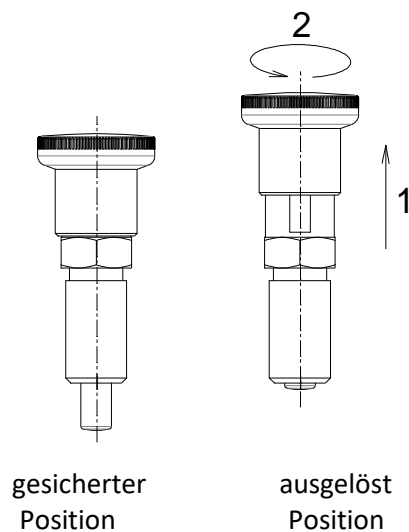

Bild 303
- 2) Das Arretierungselement in gesicherter Position lassen (Bild 303), Rampe (Teil Nr.35) darunterschieben und die Höhe so einstellen, dass der Arretierungsstift in den Ausschnitt der Rampe passt (ca. 6 mm).